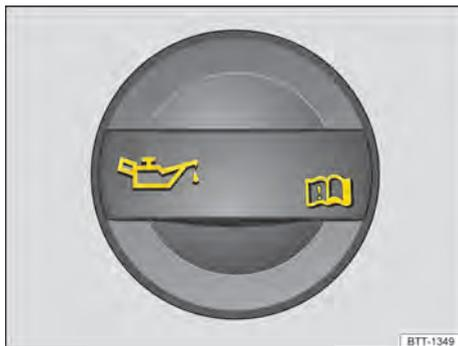

Fig. 174 No compartimento do motor: tampa da abertura para enchimento de óleo do motor (representação esquemática).
8. Desrosquear a tampa da abertura para enchimento de óleo do motor → Fig. 174.